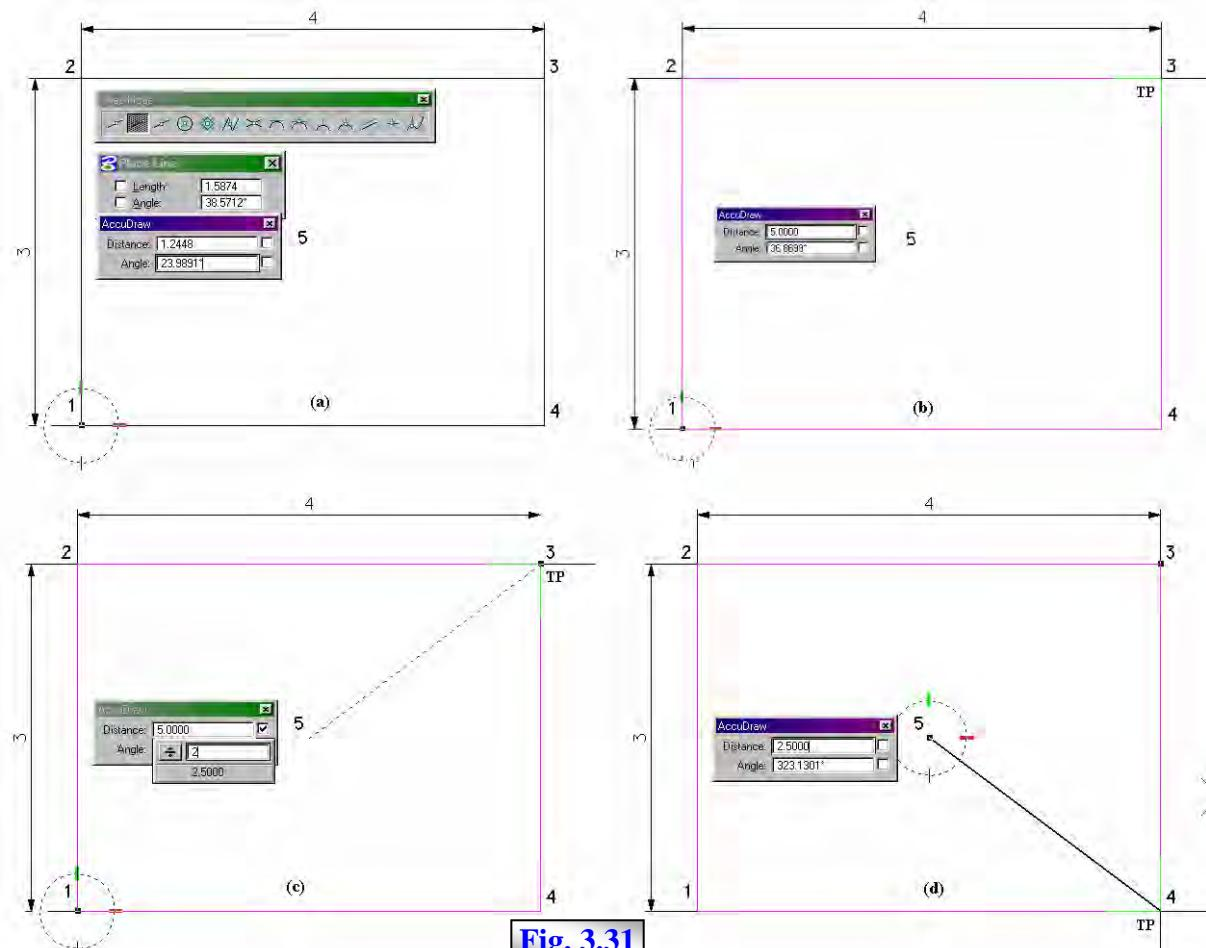

Fig. 3.31
Fig. 3.31 prezintă un exemplu de utilizare a calculatorului de lucru. Ne propunem trasarea segmentului 54, punctul 5 fiind poziționat la mijlocul dreptunghiului 1234, de dimensiuni 4 x 3 și diagonală de lungime 5, folosind facilitățile AD și calculatorul de lucru. Dacă AD este în modul cartezian, trecem fereastra AD în modul polar prin tasta **Space**.
3. Cu AD in modul polar, se identifică punctul 1 prin TP și se apasă tasta “O” pentru a plasa originea AD în acest punct, fig. 3.31-a;
4. Se identifică punctul 3 prin TP, ceea ce va actualiza câmpul **Distance** al AD la valoarea 5, calculată ca distanța dintre originea anterioară a AD (punctul 1) și punctul curent 3, accesat prin TP, fig. 3.31-b;
5. Dacă **focus-ul** nu este activ în câmpul **Distance**, se activează prin CS în acest câmp; prin tasta / se activează fereastra calculatorului de buzunar, în care se introduce valoarea 2, rezultatul 2.5, al împărțirii valorii din câmp, fiind afișat în fereastra calculatorului simultan cu afișarea grafică, prin linie punctată, și cu blocarea valorii câmpului **Distance**, fig. 3.31-c;
7. Se identifică punctul 4 prin TP, fig. 3.31-d, urmat de DP, ceea ce va finaliza trasarea segmentului 54.